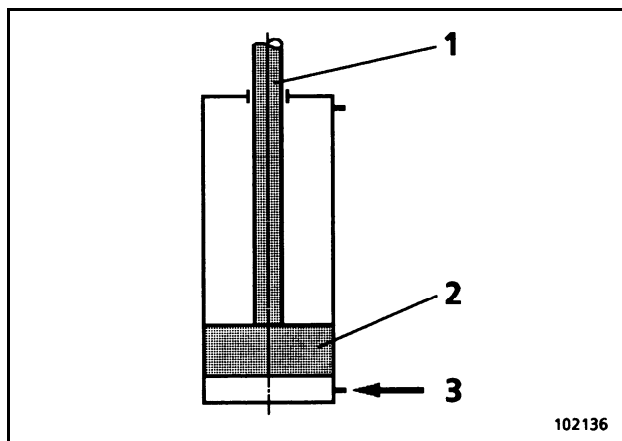
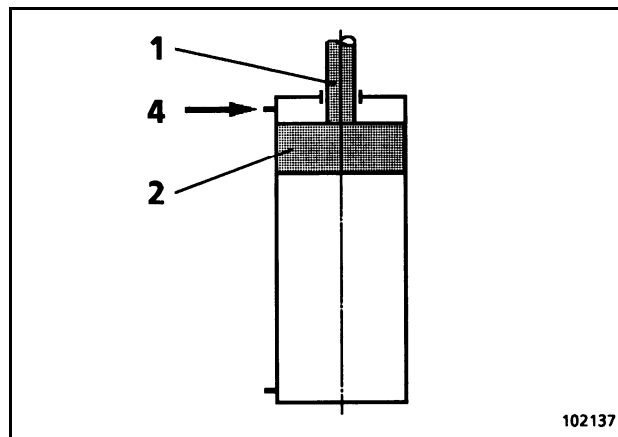

图 3-82:
图 3-83:
在带油的油缸初始运行下，活塞必须位于两个极端活塞位置。换句话说，(1, 图 3-82: 和 图 3-83:) 活塞杆必须完全缩回或完全展开。
- 即为活塞杆端口 (3) 图 3-82:。
- 当活塞杆展开 (1, 图 3-83:) 时杆侧的端口 (4)。